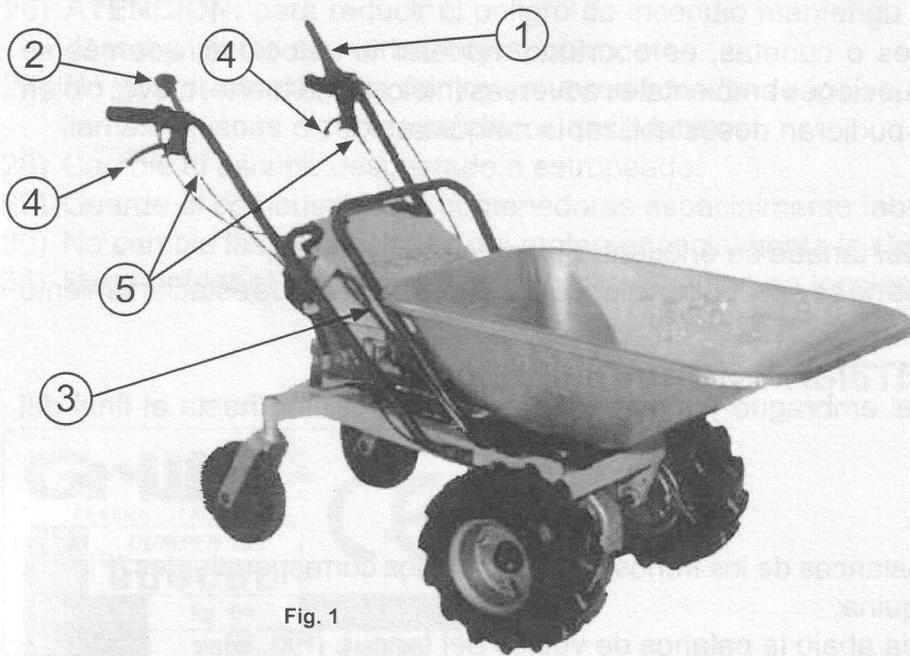

Fig. 1
- Acelerar el Motor (Fig. 1 n° 2).
- Para apagar el motor, llevar el mando gas a la posición “stop” (Fig. 1 n° 2).